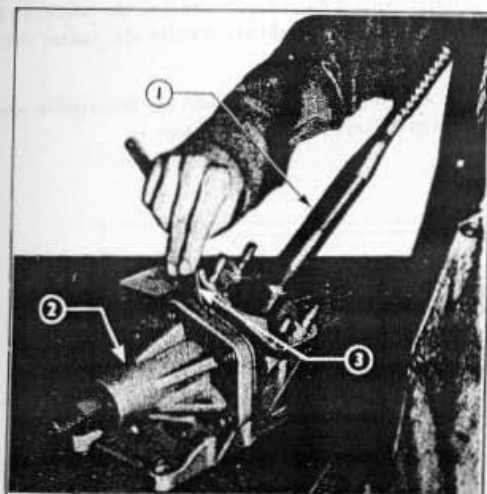

Fig. 10 = Réglage de l'axe des culbuteurs
3. Assembler le carter d'arbre oscillant gauche (y compris l'arbre oscillant) et s'assurer que les deux arbres oscillants sont en position correcte par rapport à l'arbre à vis sans fin. Serrer à la main les écrous de fixation et placer l'arbre à vis au centre de ses butées. À l'aide de calibres d'épaisseur, à assurer que le jeu entre le carter de direction et le carter d'arbre oscillant gauche est identique en tous ses points (Fig. 10).